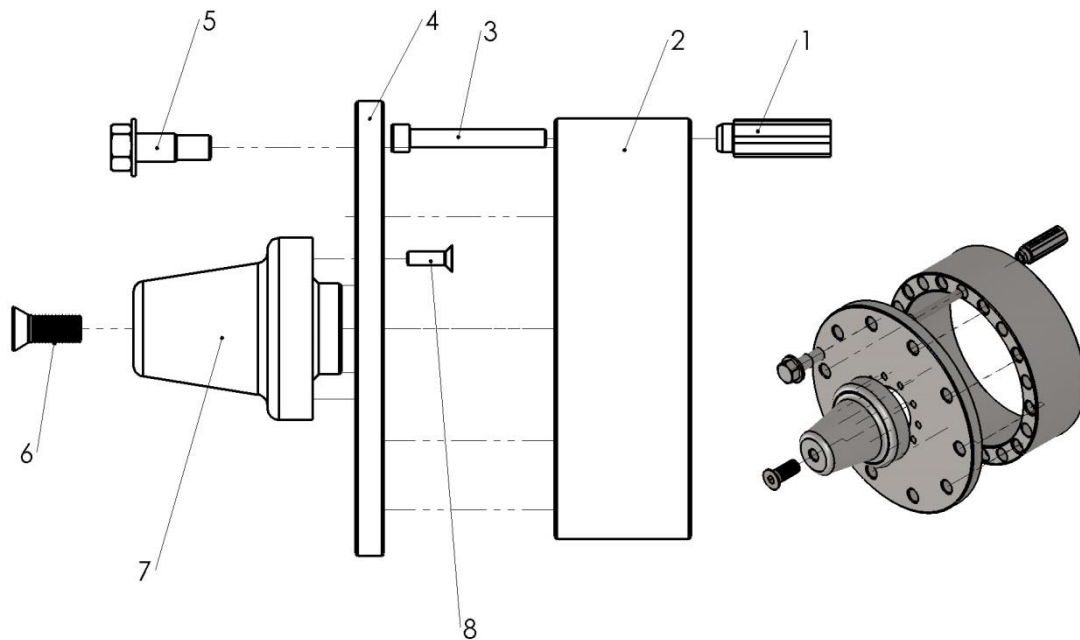

Abbildung 13: Felgenadapter-Einheit
4. Verbindungsschrauben [3] mit U-Scheiben [2] durch den Felgenadapter in die Gewintheadapter [1] stecken (vgl. Abbildung 13) und mit 250Nm anziehen.
Zum Wechsel der Felgenadapter-Einheit gegen eine Felgenadapter-Einheit mit anderem Lochkreis sind folgende Arbeitsschritte notwendig (vgl. Abbildung 13)